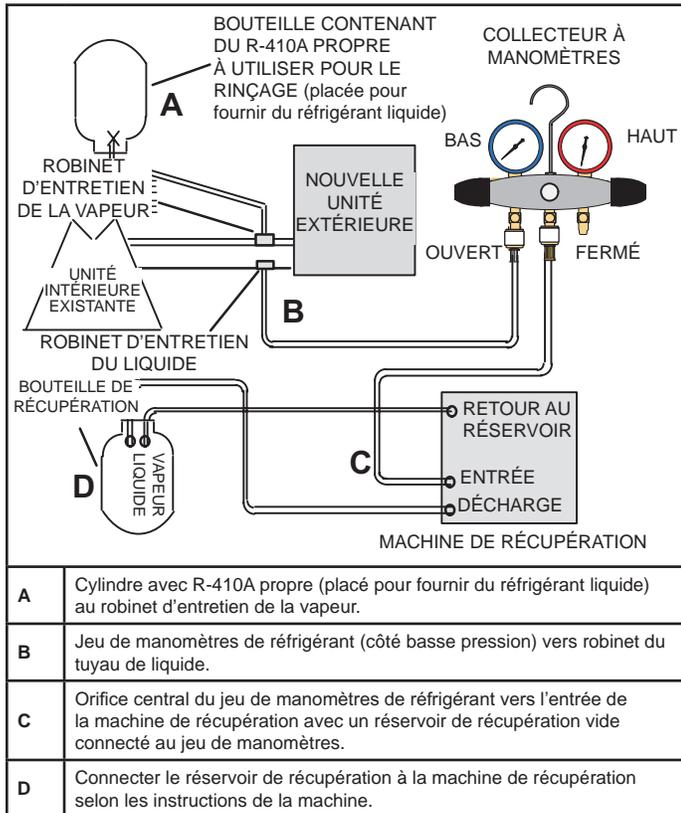

Figure 5.
1. Connectez les manomètres et l'équipement comme illustré sur la Figure 5.